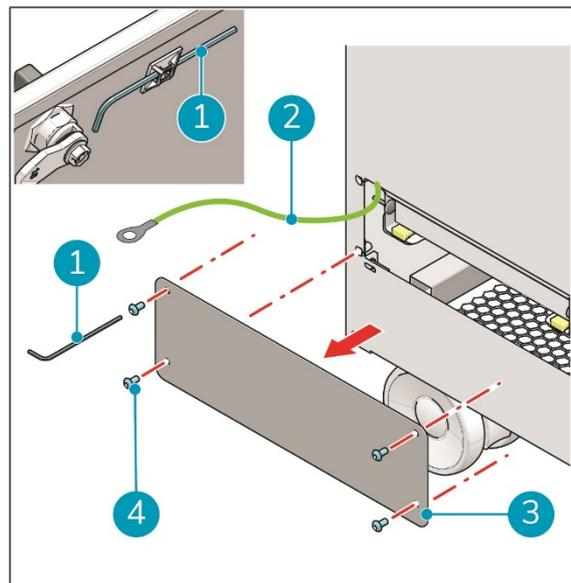

Figure 17
1. Dévissez les vis Allen (4x - Figure 17, pos. 4) du panneau du compartiment de préfiltre (Figure 17, pos. 3) avec la clé Allen de 2,5 mm fournie (Figure 17, pos. 1).
2. Retirez le panneau du compartiment (Figure 17, pos. 3).
REMARQUE : un fil de terre (Figure 17, pos. 2) est relié au panneau du compartiment et à l'unité principale i-air Pro. **NE le débranchez PAS** de l'unité principale i-air Pro.
10. **REMARQUE** : vérifiez que le fil de terre (Figure 17, pos. 2) est toujours connecté au panneau du compartiment. Si nécessaire, attachez-le à nouveau.